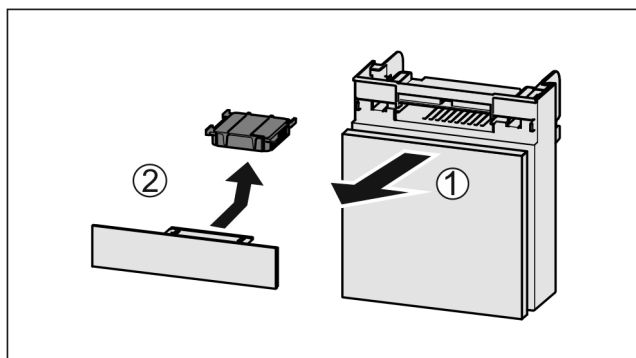

Fig. 114
- ▶ Pretinac izvucite Fig. 114 (1) prema naprijed.
- ▶ Izvadite filter s aktivnim ugljenom Fig. 114 (2).